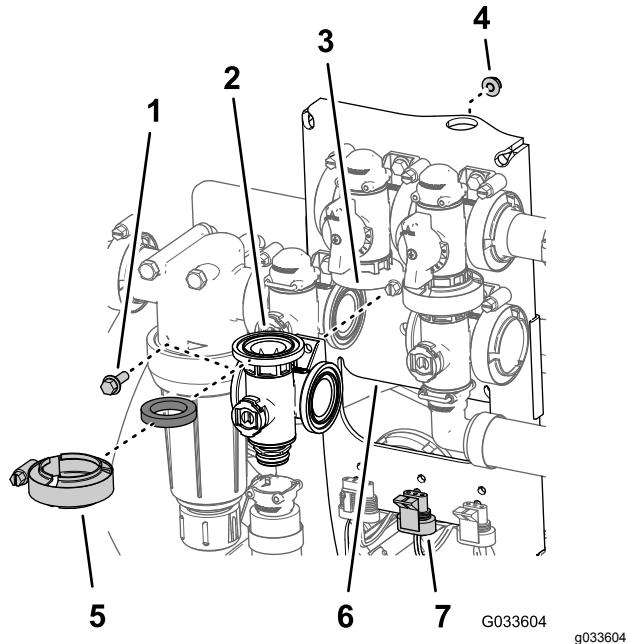

Figura 112
1. Allineate la flangia del collettore della valvola dell'agitatore, una guarnizione e la flangia della valvola di bypass dell'agitatore (Figura 112).
9. Montate la valvola dell'agitatore sul supporto della valvola con il bullone a testa flangiata e il dado bloccaggio flangiato (Figura 112) rimossi al passaggio 3 di Rimozione della valvola del collettore dell'agitatore \(pagina 77\) e serrate il dado e il bullone a 10–12 N·m.